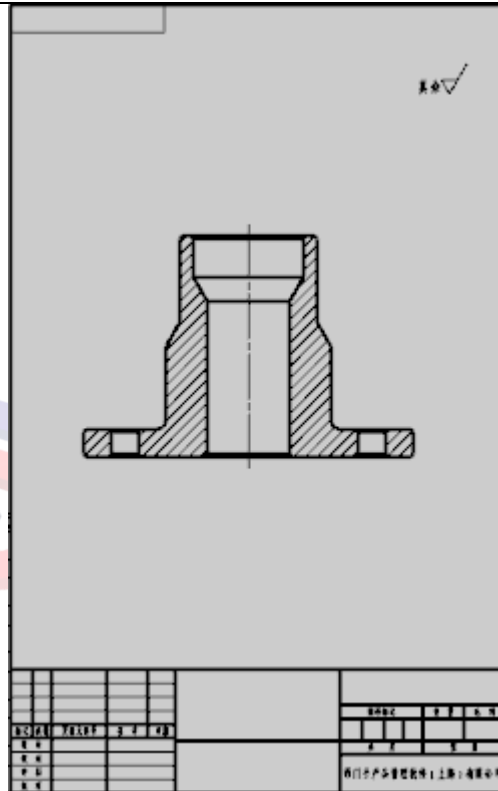

图 5
2、确定后就在图纸上创建了一个全剖视图，这个方法原理就是利用局部剖视图命令在图纸上创建了一个全剖社图，结果如图 5 所示：